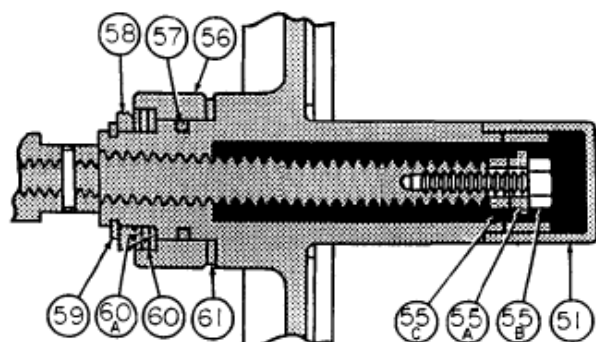

Figure 5 - Détails du volant, servomoteur, tailles B & C
- A. Retirer les circlips (63) et sortir la broche (66). Veiller à ce que le manchon (65) reste dans le bras (64).
- B. Retirer les pivots (72) et retirer le sous-ensemble du volant.
- C. Retirer le sous-ensemble (55) de l'arbre du volant, la bague de retenue (59) et dévisser l'écrou (58). Retirer le palier à aiguille et la bague de roulement (60). Nettoyer le palier à aiguille et la bague de roulement et y rechercher les signes d'usure. Effectuer les remplacements, si nécessaire.
- D. Retirer le pivot (56) du volant et la rondelle de butée (61). Vérifier la rondelle et la remplacer si nécessaire. Vérifier le joint torique (57) et le remplacer si nécessaire.
- E. Nettoyer les filetages ACME sur le volant (54) et le sous-ensemble de l'arbre (55), puis enduire le tout de Molykote G.
3.5.1.2 Remontage (Figure 5)
- A. Installer la rondelle de butée (61) et le joint torique (57). Appliquer une faible quantité de lubrifiant à la silicone sur le joint torique.
- B. Faire glisser le pivot (56) du volant sur le sous-ensemble de celui-ci. Lubrifier et installer la bague du palier, le palier à aiguille et la bague extérieure.
- C. Installer l'écrou (58) avec le côté biseauté tourné vers la bague du palier et visser le tout. **NE PAS SERRER EXAGÉRÉMENT.** Remettre en place la bague de retenue (59). Dans un assemblage correct, l'écrou (58) doit être au contact de la bague de retenue (47).